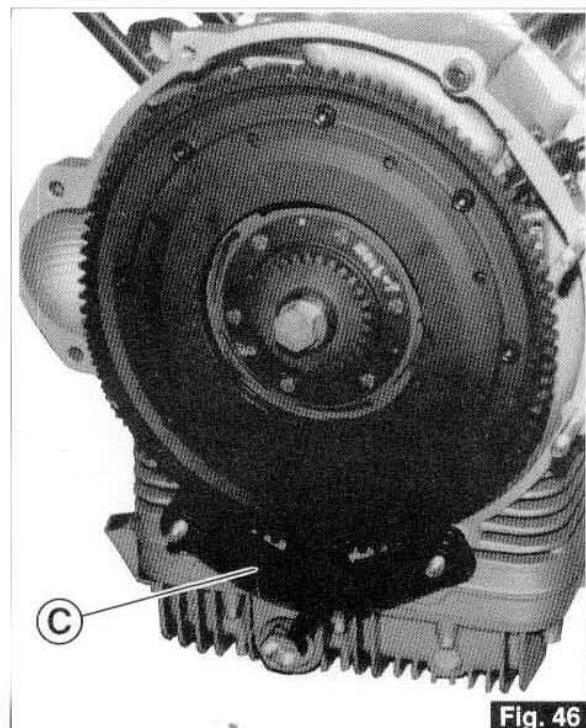

Fig. 46
- Appliquez l'outil de blocage «C» au volant moteur (code 12 91 18 01) et dévissez l'écrou central «D» de fixation de l'engrenage de commande distribution «E» sur le vilebrequin (Fig. 46 et 47).
- Das Blockierwerkzeug «C» (Kennr. 12 91 18 01) auf dem Schwungrad des Motors montieren und die mittlere Befestigungsmutter «D» des Verteilerteuerzahnrades «E» an der Motorwelle lösen (Abb. 46 und 47).